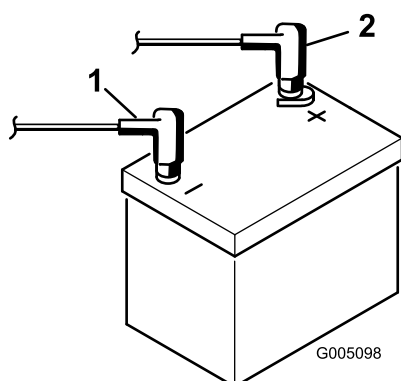

Рисунок 9
- Подсоедините положительный кабель (красный) к положительной клемме (+), а отрицательный кабель (черный) – к отрицательной (–) клемме аккумуляторной батареи и закрепите их болтами и гайками (Рисунок 9). Наденьте на положительную клемму резиновый чехол для предотвращения возможного замыкания на массу.